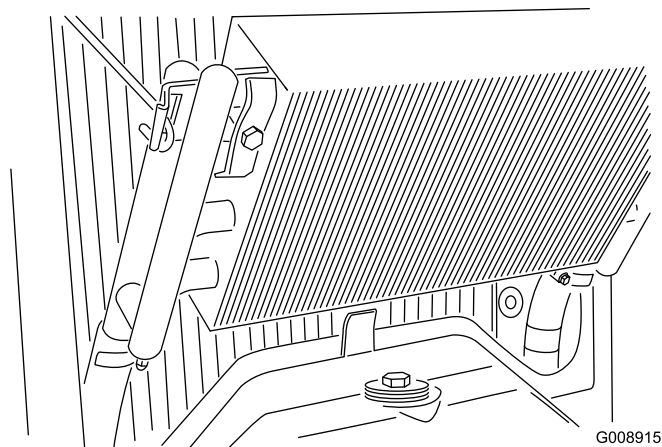

図 53
3. オイル・クーラのラッチを外し、クーラーを後ろに傾ける (図 53)。オイルクーラとラジエターの裏表を水または圧縮空気で丁寧に清掃する。オイルクーラを元に戻し、スクリーンを閉める。